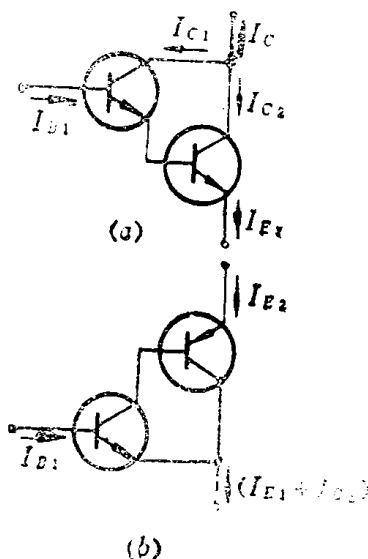

图1-17
1.24 求如图1-17所示连接的晶体管电路中的 I_{B1} ,与 I_{E2} 及 I_{B1} 与 $(I_{E1} + I_{C2})$ 之间的关系。